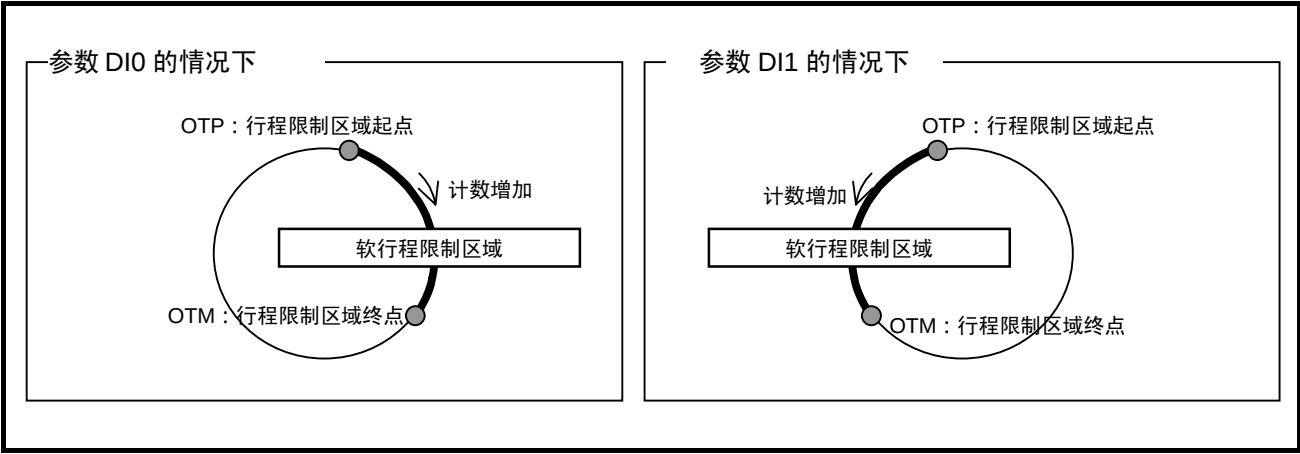

图 6-4: 软行程限制区域
- 软行程限制区域由参数 OTP、OTM: 软行程限制 设定。限制区域如「图 6-4: 软行程限制区域」所示, 以参数 OTP 为基点, 按计数增加方向旋转至 OTM 之间的范围为限制区域。.